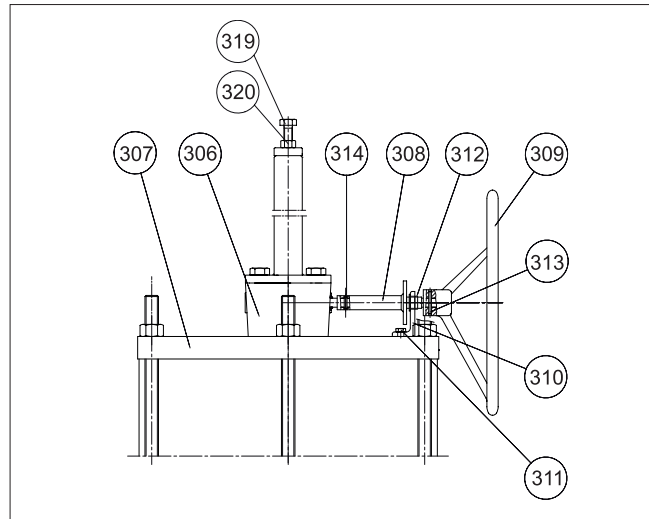

Fig. 27 B1JRR-manöverdon
B1JRR-manöverdonet är i övrigt som B1J förutom att det kan manövreras manuellt så att kolven först till det nedre läget mot fjädern om det inte finns någon lufttillförsel. Genom att vrida handratten medurs öppnas ventilen. B1J-ställdonet kan ändras till ett B1JRR genom att cylinderänden (44) byts ut på motsvarande sätt och delar (306 till 320) läggs till, se fig. 27.
Reservdelslista för fig. 27: